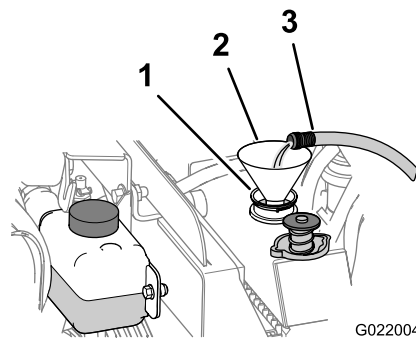

Figure 140
- B. Remplissez le radiateur d'eau propre (Figure 140).